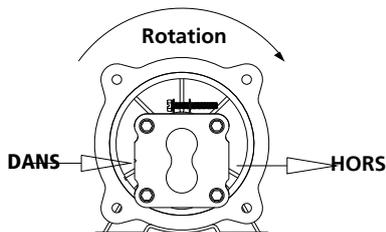

Figure 4- Rotation
**NOTE:** La petite fin d'accouplement entre dans la pompe. **Rotation:** En regardant la fin moteur d'arbre, la rotation de pompe moteur correcte est dans le sens des aiguilles d'une montre, et le flux de la gauche pour redresser. Renverser le flux en tournant la pompe 180°, voir la Figure 4.